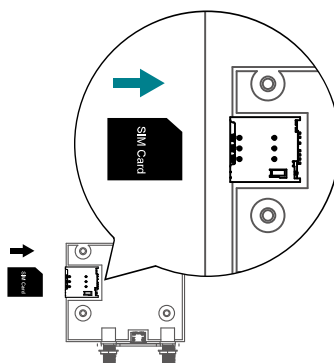

Figure 4-8. Insertion de la carte SIM.
- 2) Insérer la carte Micro SIM 3G/4G dans la prise, en veillant à ce que les contacts dorés soient orientés vers le bas et que l'encoche soit située dans le coin supérieur droit. Se référer à la figure 4-8 ci-après.